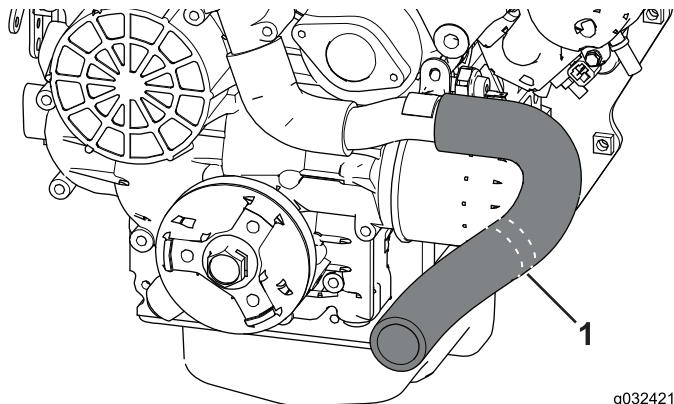

Bild 12
1. Entfernen Sie den Kühlerschlauch (Bild 12).
2. Schneiden Sie den Kühlerschlauch mit einem Schneidwerkzeug an den Schnittlinien (Bild 12).